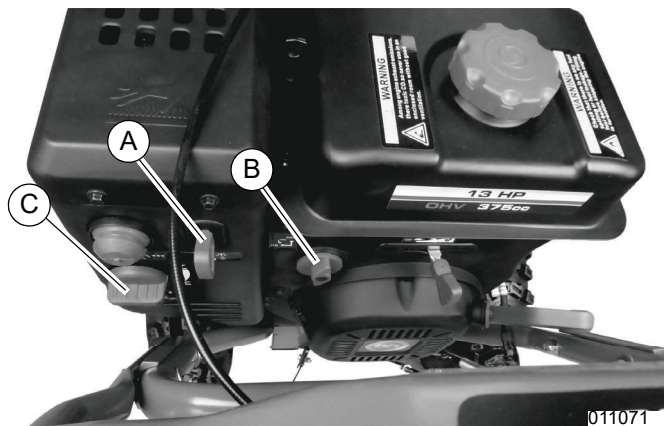

Figure 3-3. Démarrage électrique
- Voir Figure 3-3. Mettre la clé (A) dans le contact.